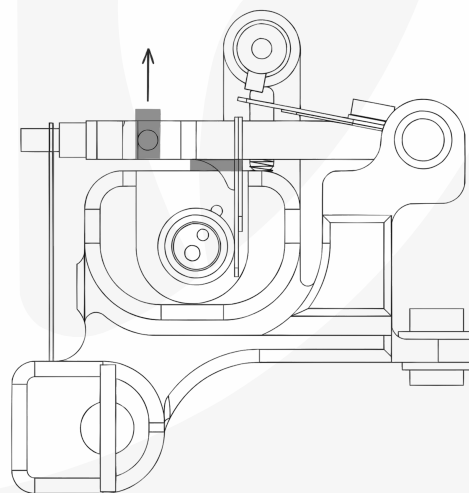

Fig 6: Désactivation de la vis d'impact
- **Instruction :** Si vous souhaitez désactiver la **vis d'impact(2)**, **rétractez-la** simplement jusqu'à ce qu'elle ne soit plus en contact avec le **châssis(17)**. A ce moment, le **caoutchouc(4)** entre le **châssis** et la **barre d'armature(1)** assumera la fonction d'amortir le **coup**. (Fig. 6)